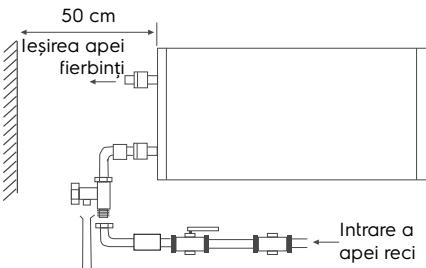

Fig. 8
- Instalarea încălzitoarelor de apă din seria Fmx, Fmx DL este mult facilitată de posibilitatea de a le instala atât pe verticală cât și pe orizontală oriunde în casa Dumneavoastră, într-o cameră încălzită. Este de dorit să instalați încălzitorul de apă cât mai aproape de locul în care se folosește apa caldă, deoarece cu cât conductele sunt mai scurte, cu atât pierderile de căldură sunt mai mici. La instalarea orizontală a încălzitorului de apă, conductele de alimentare trebuie să fie amplasate în stânga. Când instalați încălzitorul de apă lângă un perete, lăsați spațiul liber recomandat pentru întreținere. Nu instalați încălzitorul de apă pe o suprafață orizontală și aproape de podea. (vezi fig. 8)